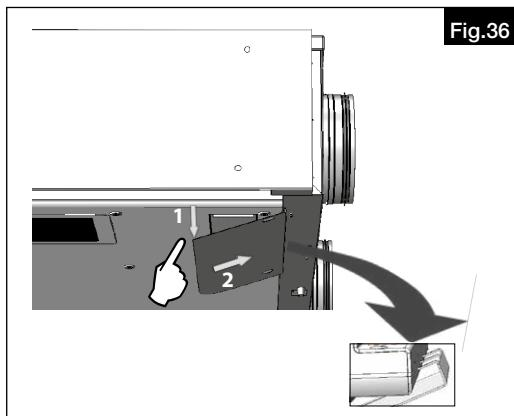
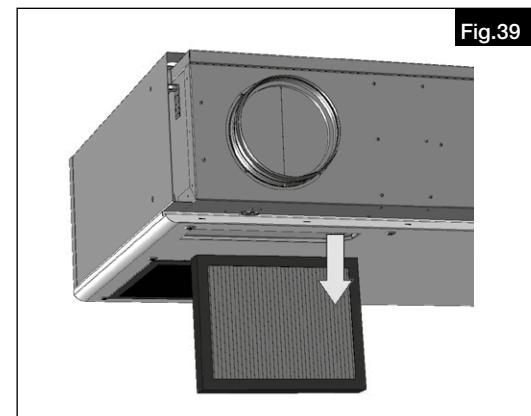

Fig.36
Fig.39
1. Retirer le filtre et le remplacer par un nouveau (voir Fig.36 - Fig.39).